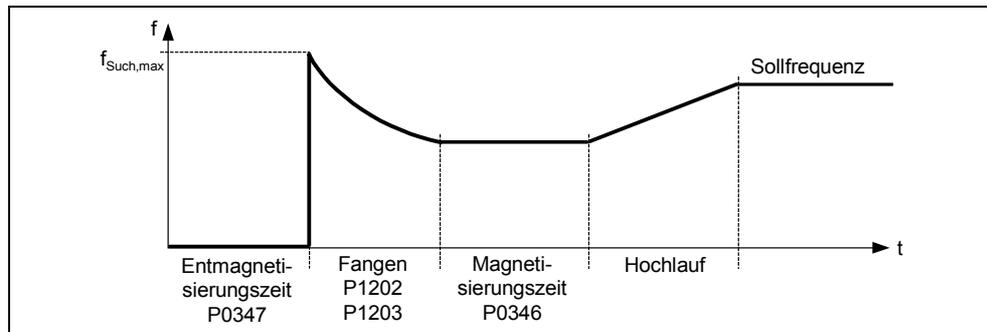

Bild 3-60 Fangen
In Abhängigkeit von Parameter P1200 wird nach Ablauf der Entmagnetisierungszeit P0347 das Fangen mit der maximalen Suchfrequenz $f_{\text{Such,max}}$ gestartet (siehe Bild 3-60).
- U/f-Kennlinie (P1300 < 20): Mit der Suchgeschwindigkeit, die sich aus dem Parameter P1203 berechnet, wird die Suchfrequenz abhängig vom Zwischenkreisstrom vermindert. Dabei wird der parametrierbare Suchstrom P1202 eingepreist. Befindet sich die Suchfrequenz in der Nähe der Rotorfrequenz, verändert sich der Zwischenkreisstrom plötzlich, da sich der Fluss im Motor aufbaut. Ist dieser Zustand erreicht, wird die Suchfrequenz konstant gehalten und die Ausgangsspannung mit der Magnetisierungszeit P0346 auf den Spannungswert der U/f-Kennlinie verändert (siehe Bild 3-60).